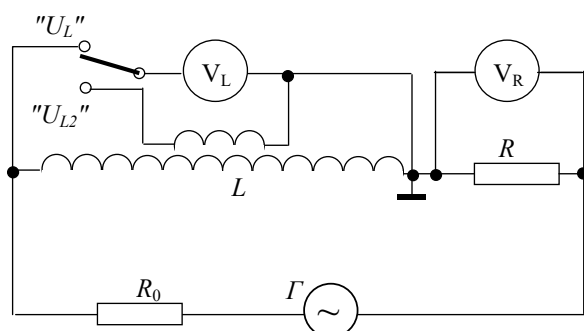

Рис.1. Электрическая схема установки
Электрическая схема установки показана на рис.1.
2. Зарисуйте в тетради электрическую схему установки (рис.1).